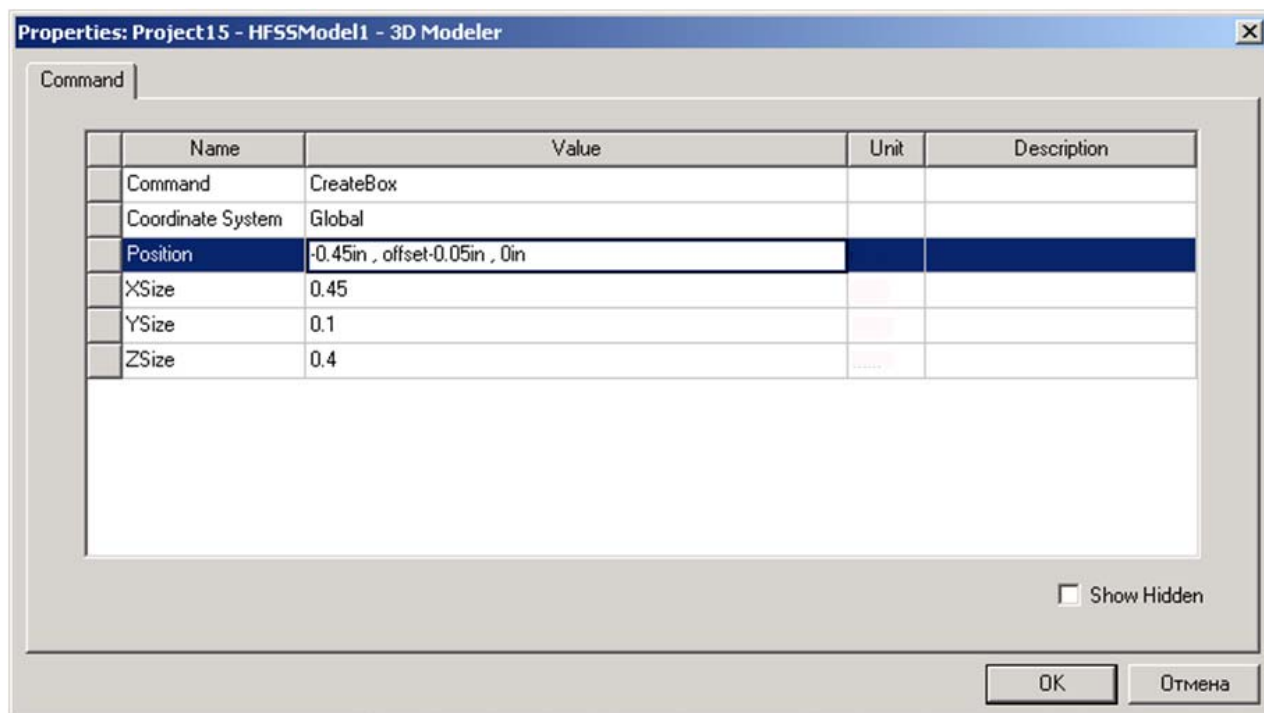
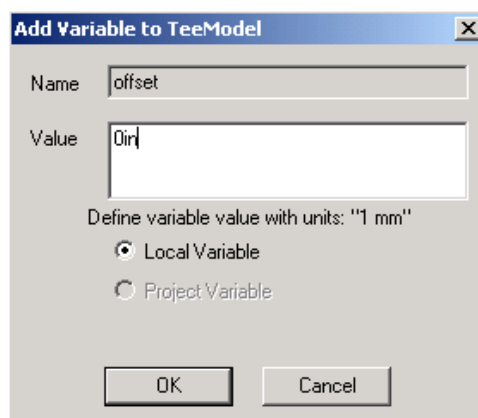

Рис. 6.21. Внесения переменной смещения *offset* в диалог задания размеров перегородки
Рис. 6.22. Добавление переменной *offset* к модели Tee
Чтобы изменить положение перегородки, введите выражение для координаты y : $offset - 0.05$, где $offset$ имя переменной (рис. 6.21). Когда вы напечатаете это выражение, появится диалоговое окно **Add Variable**, в которой вводится переменная $offset$ и ее численное значение.
1. В текстовом поле **Position** (рис. 6.21), напечатайте **-0.45in, offset - 0.05in, 0in**, и затем нажмите **Enter**. Появляется диалоговое окно **Add Variable** (рис. 6.22).